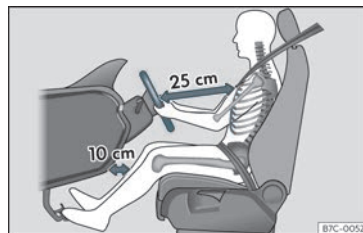

Fig. 2 A separação correta entre o condutor e o volante deve ser de 25 cm no mínimo (10 polegadas).
- Ajuste o volante de modo a ficar a uma distância de, pelo menos, 25 cm (10 polegadas) do esterno»»» **Fig. 2** e a poder segurá-lo com ambas as mãos pelos lados, pela parte exterior, com os braços ligeiramente fletidos.
- Ajuste longitudinalmente o banco, de modo a poder carregar a fundo nos pedais com os joelhos ligeiramente fletidos e a ficar uma distância entre a zona dos joelhos e o painel de instrumentos de pelo menos 10 cm (4 polegadas)»»» **Fig. 2**.